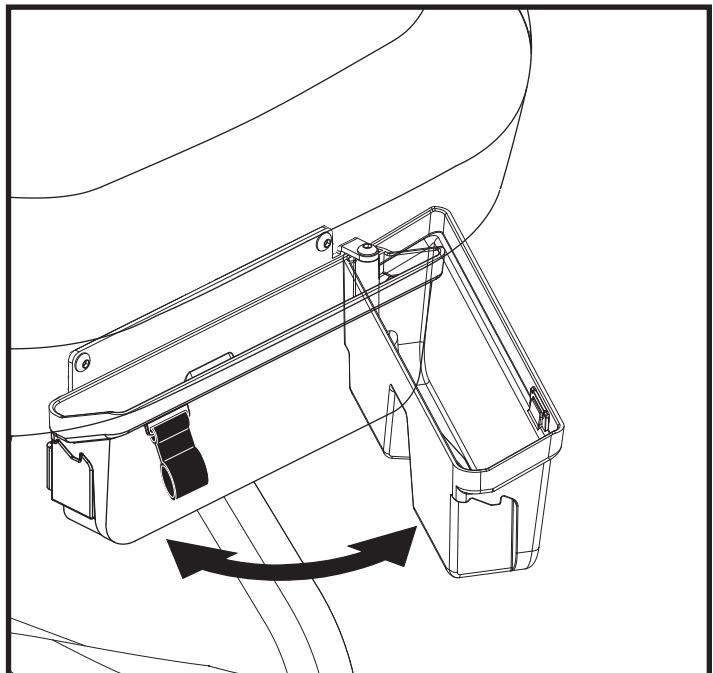

Bild 9. Abschwenkbares Speicherfach
2. Schwenken Sie das Ablagefach in die offene Position. Siehe Bild 9.
1. Öffnen Sie das Ablagefach, indem Sie den Ablagegriff nach oben und nach außen ziehen. **Siehe Bild 9.**
3. Entfernen Sie die zwei Schrauben aus der Lagerhalterung. **Siehe Bild 9.**